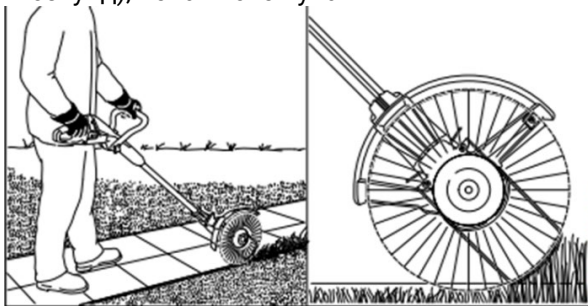

Рисунок 14. Використання виробу для вирівнювання країв газона.
2. Встановити обмежувальну роликову опору (рис. 14) на край газона.